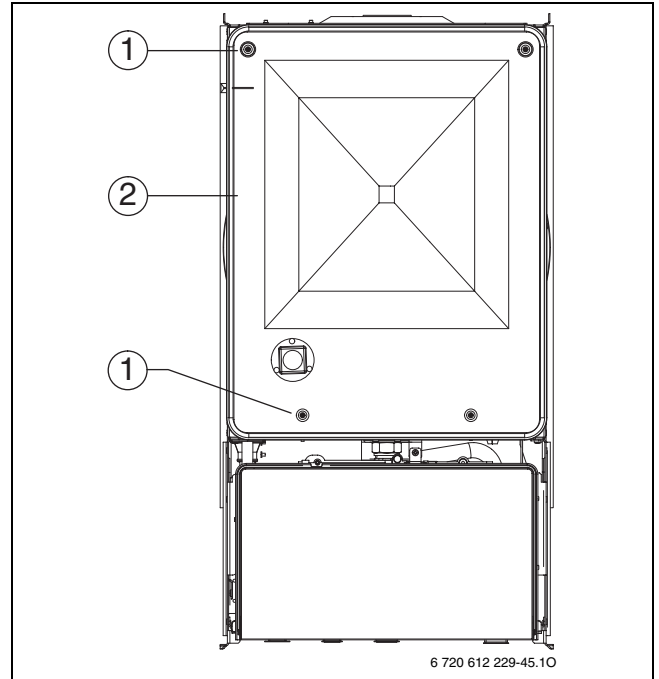

Рис. 72 Відкриття камери згоряння
- Відгвинтити 4 шурупа (1) та зняти кришку камери згоряння (→ рис. 72).